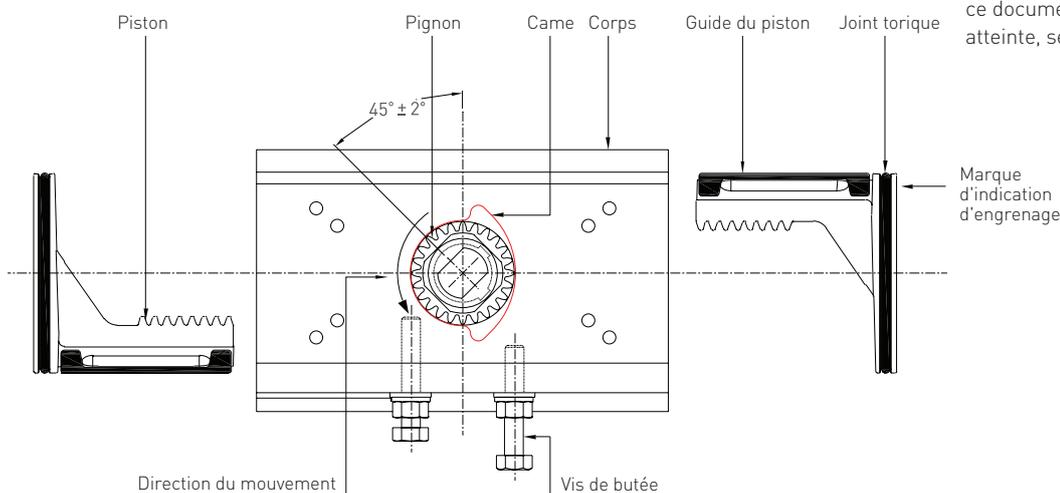
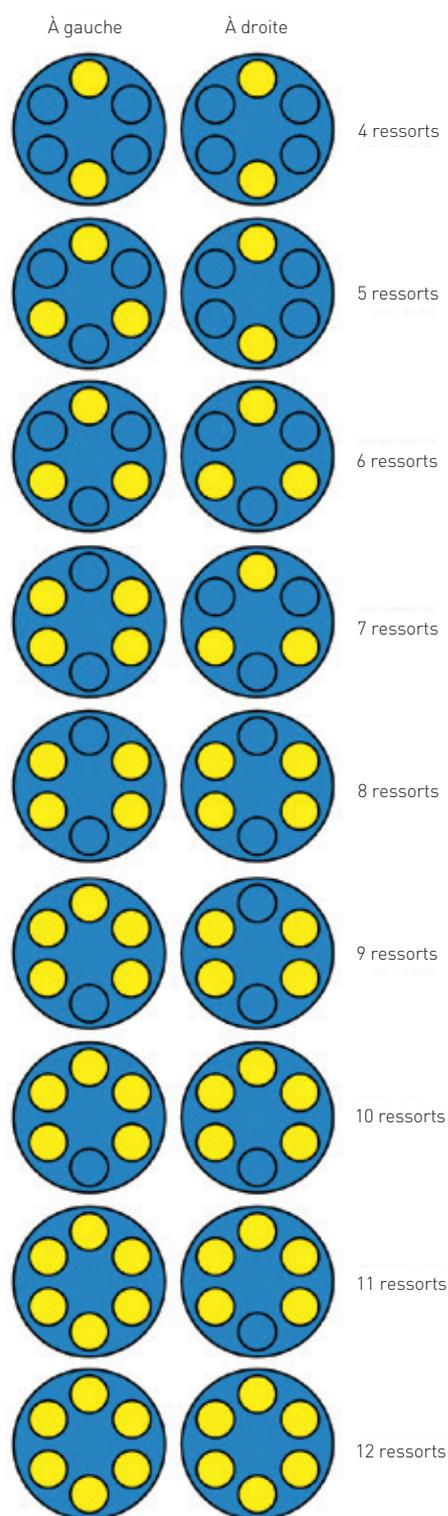

FIGURE 5 (vue de dessus)
FIGURE 6 - Attribution de ressorts
- a. Tourner le pignon (2) dans le sens horaire jusqu'en position fermée
- c. Insérer le nombre correct de ressorts (6) dans les cavités de la tête de piston. Pour assurer la durabilité, répartir uniformément le nombre de ressorts sur les deux côtés, avec une différence maximale de 1 ressort, et utiliser la configuration comme indiqué dans la Figure 6 en fonction du nombre de ressorts.
3. Installer les joints de flasque (20) sur les flasques (4) en appliquant un peu de graisse.
4. Placer la flasque sur la partie supérieure des cartouches ressorts et veiller à ce que les ressorts soient bien positionnés dans les logements (cavités) prévus à cet effet. Installer une flasque dans le corps en utilisant les vis (22) et la rondelle (15). Serrer les vis de flasque au couple recommandé (Tableau 2). S'assurer que les ressorts restent en position pendant l'assemblage de la flasque.
5. Placer l'indicateur de position (25) au-dessus de l'actionneur.
2. Orienter l'arbre de sortie à  $45^\circ$  comme dans la figure 5.
3. Insérer complètement les pistons avec les supports d'adossement (9), les pattes de piston sur le côté droit de l'alésage en regardant le joint torique à partir de l'extrémité du piston (Figure 5), jusqu'à ce que les crémaillères s'engagent avec le pignon. Enfin, pousser l'ensemble doucement vers l'intérieur. L'actionneur est maintenant en position complètement ouverte, et l'indicateur de l'arbre doit être à  $95^\circ$ .
5. Insérer la vis de butée de course (d'ouverture) gauche (21) avec le joint torique (19), la rondelle (14) et le contre-écrou (23) jusqu'à ce que la vis heurte la came de butée de course. Serrer le contre-écrou.
7. Insérer la vis de butée de course (de fermeture) droite (21) avec le joint torique (19), la rondelle (14) et le contre-écrou (23) jusqu'à ce que la vis heurte la came de butée de course. Serrer le contre-écrou. La position des vis de butée de course doit être vérifiée après l'assemblage du robinet et ajustée le cas échéant.
- c. Insérer le nombre correct de ressorts dans les cavités de la tête de piston. Utiliser la configuration comme décrite dans la Figure 6 en fonction du nombre de ressorts. Pour assurer la durabilité, répartir uniformément les ressorts sur les deux côtés, avec une différence maximale de 1 ressort.
9. Installer les joints de flasque (20) sur les flasques (4) en appliquant un peu de graisse.
10. Placer une flasque sur la partie supérieure de la cartouche ressort, et positionner la flasque sur le corps en utilisant les vis (22) et la rondelle (15). Serrer les vis de flasque au couple recommandé dans le tableau. S'assurer que les ressorts restent en position pendant l'assemblage de la flasque.
11. Placer l'indicateur de position (25) au-dessus de l'actionneur.
Le nombre de ressorts utilisés peut varier entre 4 et 12 pièces. Pour assurer la durabilité, répartir uniformément le nombre de ressorts sur les deux côtés, avec une différence maximale de 1 ressort, et utiliser la configuration comme indiqué dans la Figure 6 en fonction du nombre de ressorts.